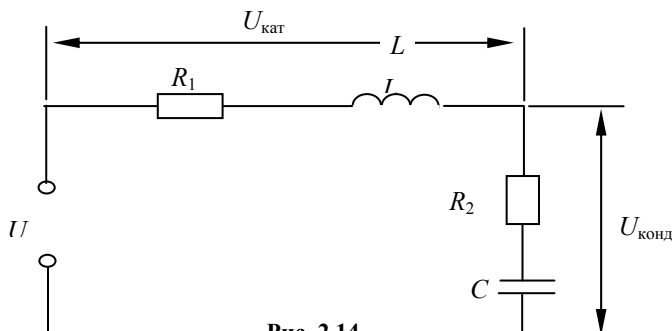

Рис. 2.14
2.1.17. Индуктивная катушка, параметры которой  $R_1 = 10,5$  Ом,  $L = 382$  мкГн, и конденсатор (с потерями), эквивалентные параметры которого  $R_2 = 3,5$  Ом,  $C = 0,533$  мкФ, соединены последовательно (рис. 2.14). Какое напряжение  $U$  приложено к цепи, если амперметр показывает ток  $I = 2,4$  А? Частота переменного тока  $f = 5$  кГц. Определить напряжение на катушке  $U_{кат}$  и конденсаторе с потерями  $U_{конд}$ , а также мощность, расходуемую в каждом из этих элементов и построить векторную диаграмму напряжений.